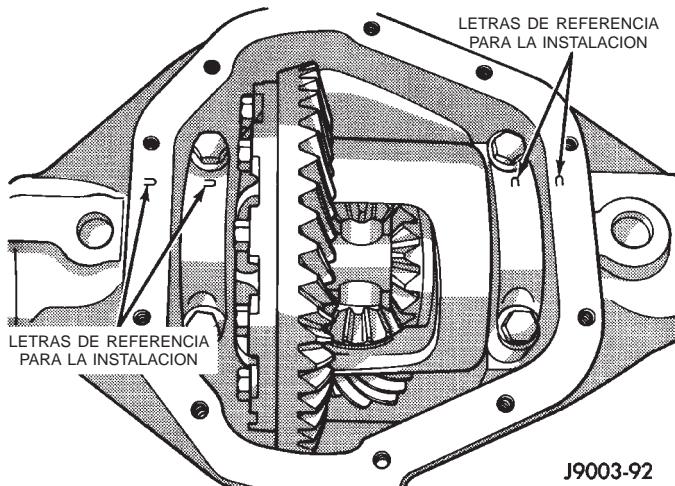

Fig. 31 Identificación de la tapa de cojinete
(2) Retire el tapón del orificio de llenado de lubricante de la tapa del cárter del diferencial.
(3) Retire la tapa del cárter del diferencial y drene el lubricante.
(4) Retire los semiejes.
(5) Registre las letras de referencia para la instalación estampadas en las tapas de los cojinetes y en la superficie maquinada de sellado del cárter (Fig. 31).